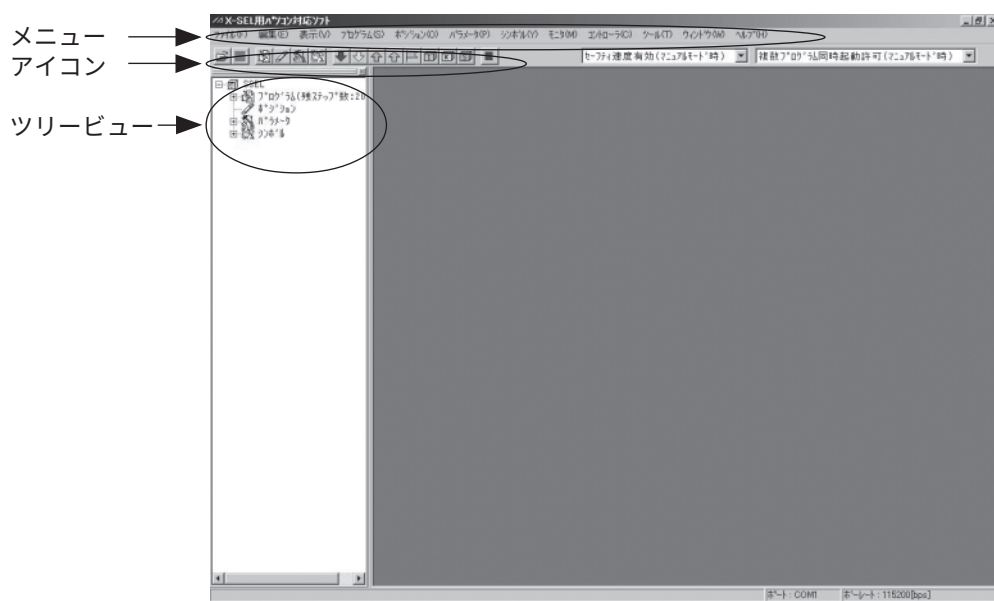

図 3.5 オンライン画面 (SSEL コントローラのプログラムモード時)
(5) SSEL コントローラのプログラムモード
本ソフトが起動すると、SSEL コントローラのプログラムモードの場合は、図3.5に示されるメインのウィンドウが開かれ、メニューとツールバー上のアイコンが現れます。画面左側のツリービューは、メニューの「表示 (V)」→「ツリー表示 (T)」の操作により表示できます (初期画面：メインメニュー)。